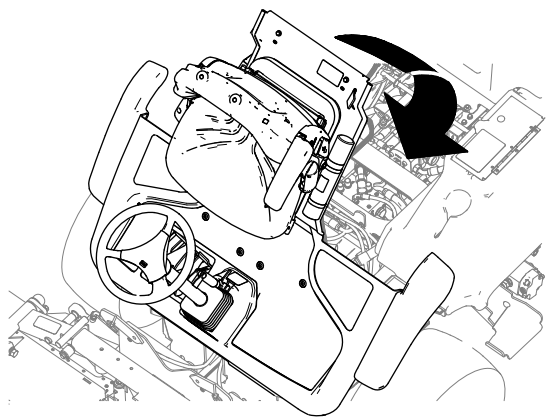

Рисунок 50
1. Опускайте платформу осторожно (Рисунок 50).